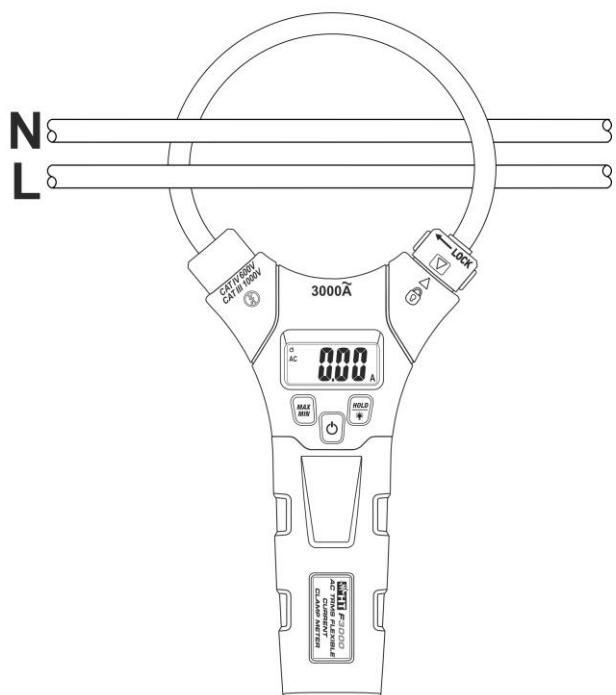

Abb. 3: Verwendung des Gerätes für Wechselstrommessung
- Öffnen Sie die Zangenbacken und umschließen Sie damit den Phasenleiter (siehe Abb. 3). Der Stromwert erscheint auf dem Display.